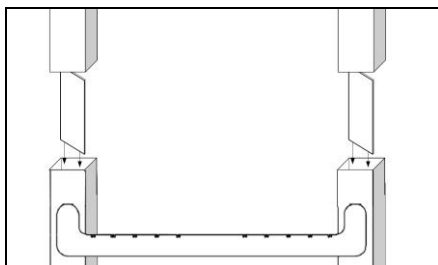

Abb. 3
5. Die mitgelieferten Verbindungsplatten dienen als Montagehilfe. Die Verbindungsplatten werden am oberen bzw. unteren Ende in den Leiterholm gesteckt (siehe Abb. 3).